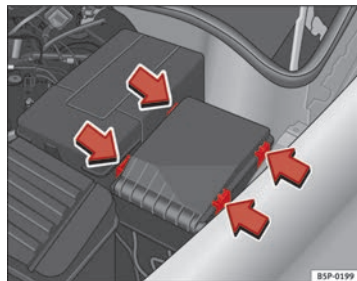

Fig. 184 Cache du boîtier de fusibles dans le compartiment-moteur
- Retirez le cache de fusibles du compartiment-moteur en faisant pression sur les languettes vers le centre du cache ⇒ fig. 184.